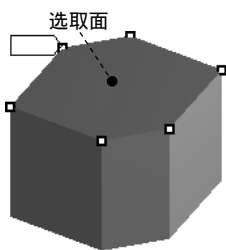

图 5.3.37 定义映射面
- (1) 选择命令。在“Outline”窗口中右击  Mesh，在弹出的快捷菜单中选择 **Insert**  Face Meshing 命令，弹出“Details of ‘Mapped Face Meshing’ - Mapped Face Meshing”对话框。
- (2) 定义映射面。选取图 5.3.37 所示的模型表面为映射面，单击 **Apply** 按钮确认。